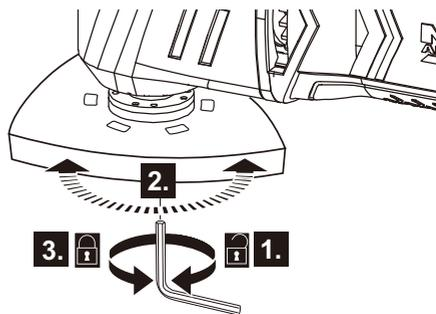

Fig. 5
- > Retire el papel de lijado (12) tal y como se ha descrito anteriormente.
- > Afloje el perno (11) con la llave hexagonal (13) (Fig. 5, paso 1).
- > Desencaje y ajuste la placa base de lijado (6) a la posición deseada (Fig. 5, paso 2). Asegúrese de que los 8 pines encajan correctamente en las ranuras y que la brida de apriete (11a) está correctamente montada en la placa base de lijado (6).
- > Apriete el perno para fijar la placa base de lijado (Fig. 5, paso 3).